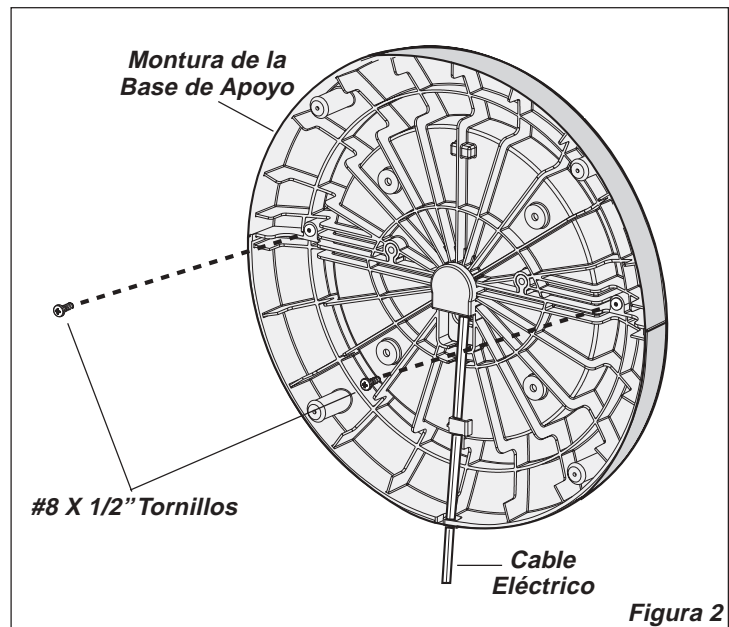

Figura 2
3. Asegure (2) #8 X 1/2" Tornillos en los dos orificios externos en la parte inferior de la Base. (Figura 2)